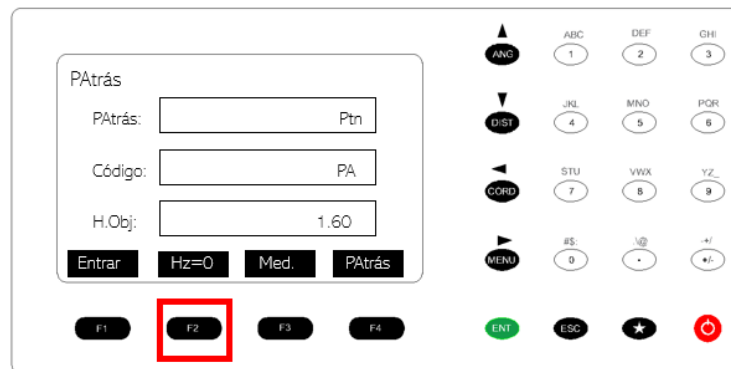

Figura 51. Configuración para orientar la estación total.
29. Presionar el botón F2. Hz=0. Figura 51.